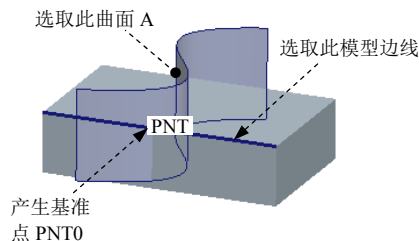

图 8.1.7 创建基准点
如图 8.1.7 所示, 现需要在曲面与模型边线的相交处创建一个基准点 PNT0, 操作步骤如下:
Step3. 选取放置参考。选取图 8.1.7 中的曲面 A; 按住 **Ctrl** 键, 选取模型的边线, 系统立即在其相交处创建一个基准点 PNT0。